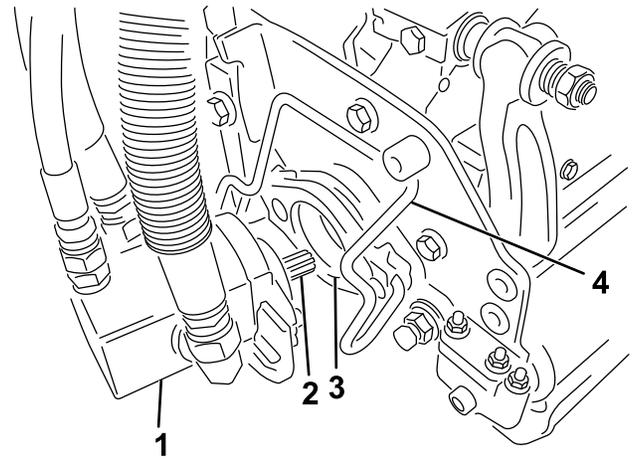

**Figura 12**
- Con los enganches del brazo de suspensión orientados hacia arriba (es decir, abiertos) (Figura 11), empuje hacia abajo el brazo de suspensión de modo que la barra encaje en la barra situada en la parte superior de la unidad de corte (Figura 12).